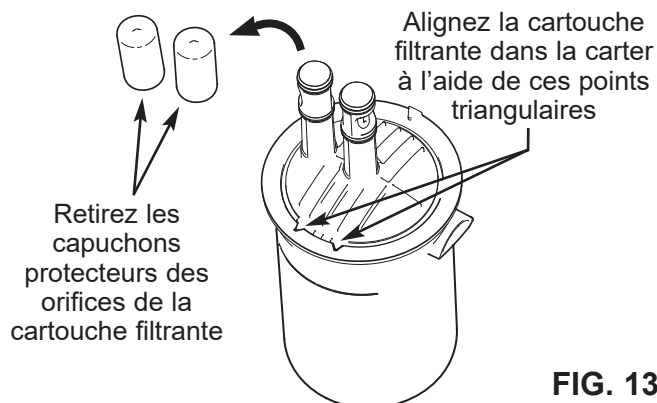

FIG. 13
7. Sortez la cartouche filtrante neuve de son emballage et retirez les capuchons protecteurs des orifices (consultez la figure 13).
8. Les cartouches filtrantes peuvent seulement être installées dans un sens. Elles sont marquées pour assurer un ajustement adéquat. Insérez la cartouche filtrante neuve dans le carter et tournez-la jusqu'à ce que les points triangulaires sur son rebord supérieur soient alignés avec les fentes correspondantes du carter et qu'elle s'y cale (consultez la fig. 13).
Cause : La cartouche filtrante n'est pas correctement orientée.	Correctif : Réorientez la cartouche filtrante conformément à la figure 13.